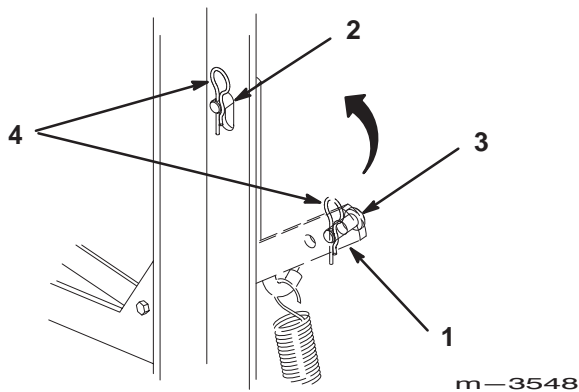

Bild 40
2. Entfernen Sie den Splint und Lastösenbolzen aus dem Spannarm (Bild 40).
3. Ziehen Sie am unter Federdruck stehenden Spannarm hinter dem Ventilator an der linken Seite der Maschine, um den Treibriemen des Ventilators zu entspannen (Bild 40).